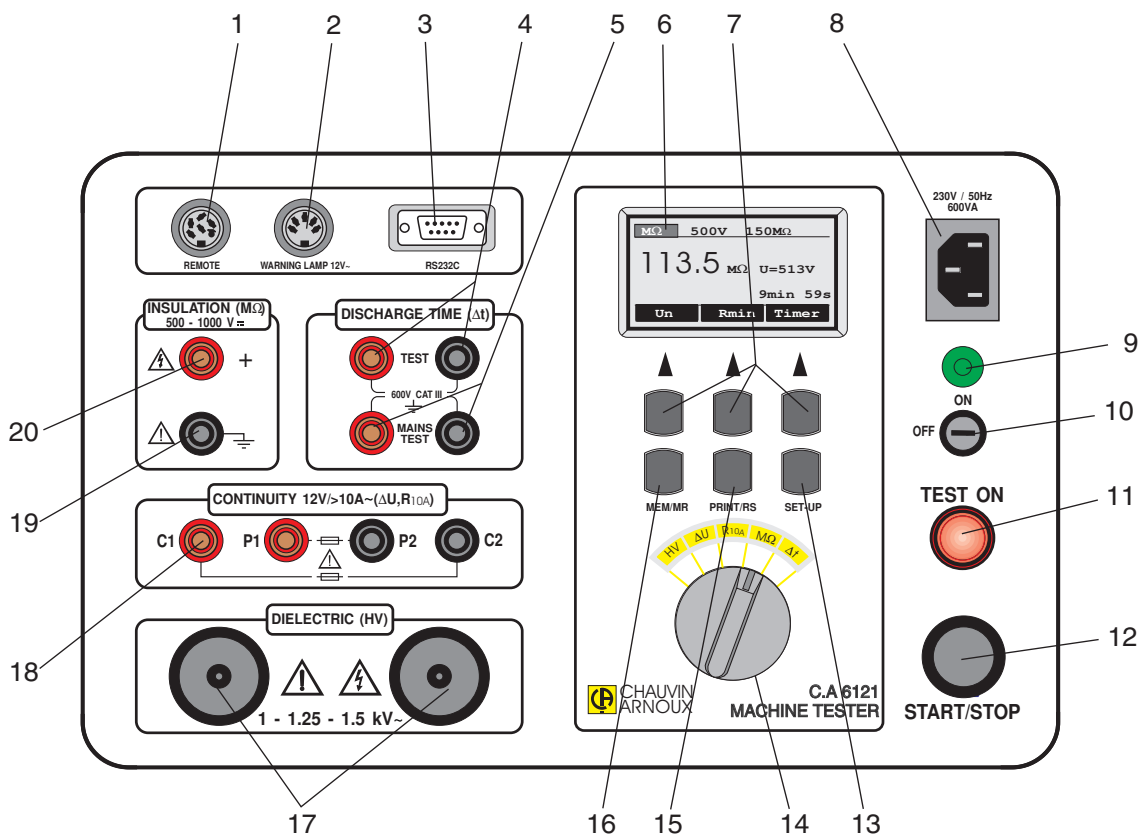

Fig.1. Aspecto del panel frontal
Desconecte inmediatamente el instrumento si no se enciende el indicador rojo de aviso (pos. 11, fig. 1) al poner en marcha generador de alta tensión. Proceda a la revisión del aparato.